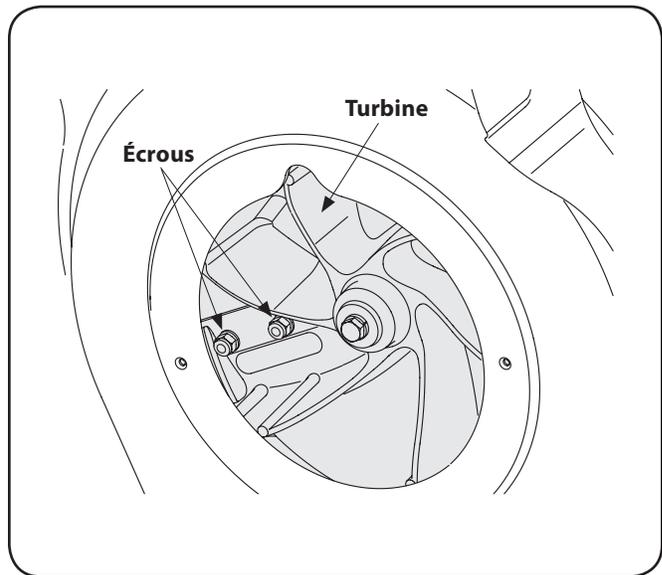

Figure 7-6
- Tenez les écrous des vis qui se trouvent sous l'appareil à l'aide d'une douille universelle de $\frac{1}{2}$ " et d'une rallonge. Voir Figure 7-6.